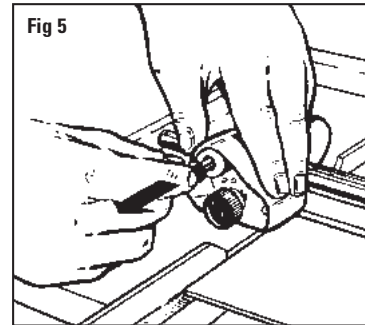

Fig 5
5. **IMPORTANTE** Después de terminar el corte asegúrese de sacar el pasador de seguro para permitir al sujetador de la cuchilla que regrese a la posición neutral. Fig. 5
5. **IMPORTANTE:** al termine del taglio, accertarsi di estrarre il perno di bloccaggio per consentire al portalamina di tornare alla posizione neutrale. Fig. 5
En exerçant une pression vers le bas, tirez la tête de découpe vers vous jusqu'à ce que le bord du métal près du point rouge de la plaque repère soit exactement sur la ligne inférieure tracée. Fig. 5